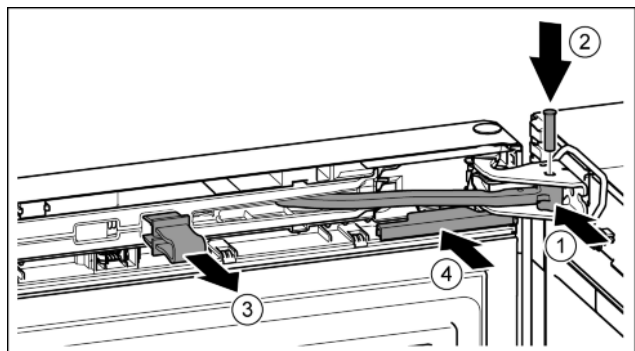

Fig. 45
- ▶ Повернуть шарнир в опорном кронштейне. Fig. 45 (1)
- ▶ Вставить палец в опорный кронштейн и шарнир. При этом следить за тем, чтобы выступ фиксатора занимал правильное положение в пазу. Fig. 45 (2)
- ▶ Снять предохранитель. Fig. 45 (3)
- ▶ Надвинуть крышку. Fig. 45 (4)